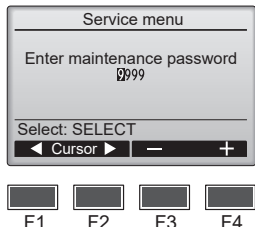

Fig. 7-2
(1) Seleccione "Service" (Revisión) desde el Menú principal, y pulse el botón [SELECT/HOLD].
(2) Una vez seleccionado el Menú Revisión aparecerá una ventana que pide la contraseña. (Fig. 7-2)